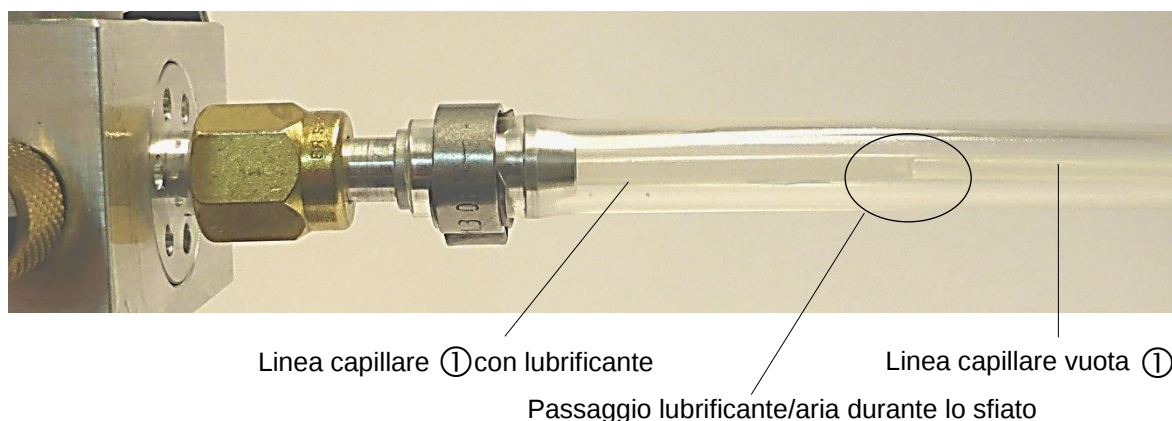

Fig. 19: La linea capillare ① si riempie di lubrificante durante lo sfiato
8.2.6 Attivare manualmente l'asta del pistone. A tal fine, premere la battuta finale della pompa dosatrice (*Fig. 11*) circa 20x contro la vite micrometrica. Con linea capillare priva di lubrificante (*Fig. 19 ①* tubo flessibile in pressione interno della linea di alimentazione coassiale), dopo circa 18 corse il lubrificante entra in modo visibile nella linea capillare e il sistema idraulico diventa privo di aria.